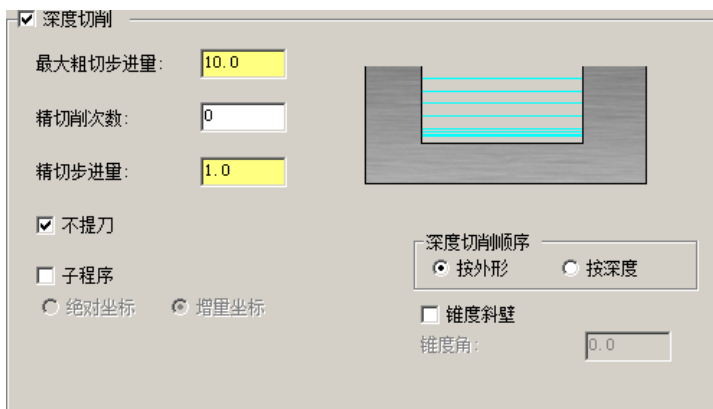

图 4.2.22 “深度切削”参数设置
Step2. 设置深度参数。在“2D 刀路- 外形”对话框的左侧节点列表中单击 **深度切削** 节点，设置图 4.2.22 所示的参数。